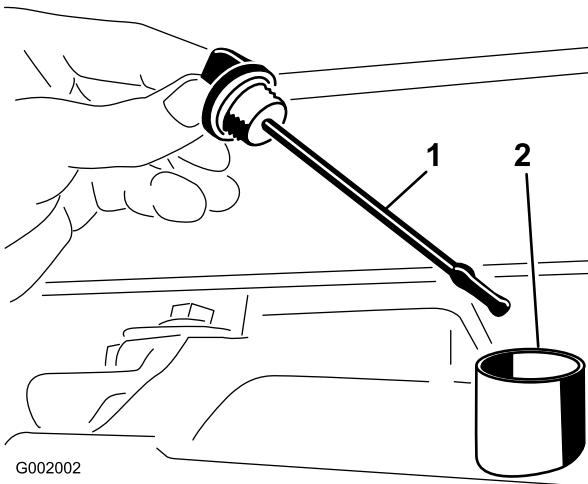

Figura 61
2. Togliete l'asta di livello dal transaxle ed asciugatela con un panno pulito (Figura 61).